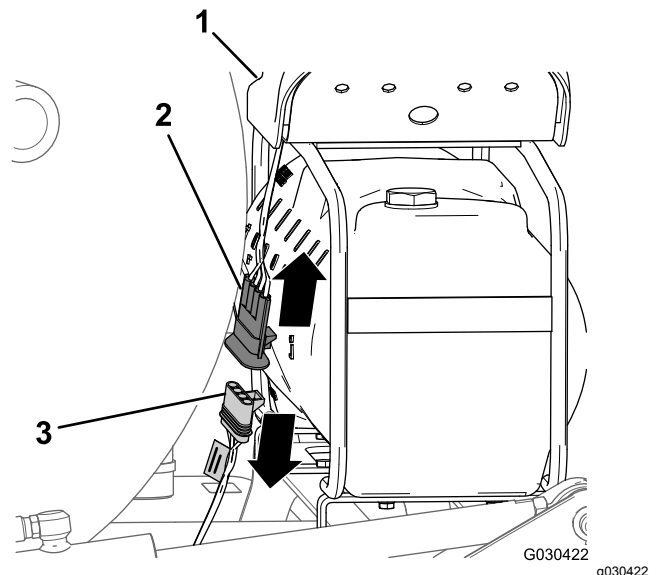

Figura 11
1. En la parte trasera del depósito del marcador de espuma, localice el arnés de cables del compresor (**Figura 11**).
2. Desconecte el conector de 4 pines del arnés del compresor del conector hembra de 4 vías del arnés de cables trasero de la máquina (**Figura 11**).